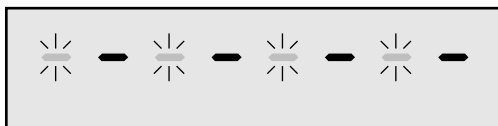

Рисунок 21
2.4.1 При включении корректора выключателем SA1 платы вычислителя на индикаторе должны появиться четыре непрерывно отображаемые горизонтальные черты в чётных позициях экрана и четыре мигающие черты в нечётных позициях (рис. 21), что означает успешный запуск МК платы терминала. В таком состоянии прибор должен находиться в течение 2...3 секунд.